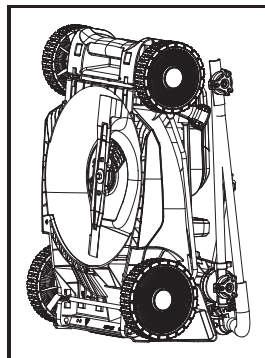

Fig. 25
- Guarde el cortacésped en horizontal o en vertical (Fig. 25).